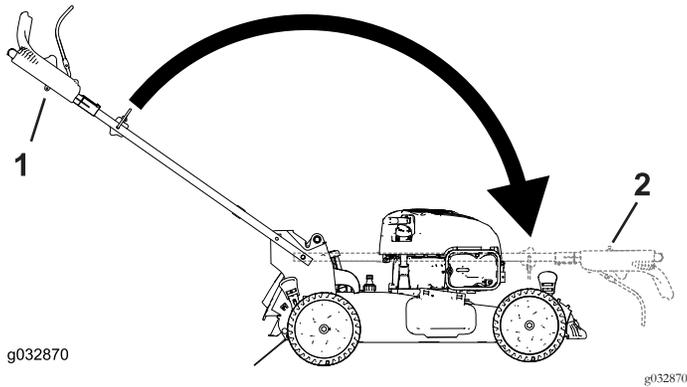

Figure 28
1. Bouton du guidon (2) 2. Boulon de carrosserie (2)
2. Repliez le guidon en le faisant pivoter en avant (Figure 28).